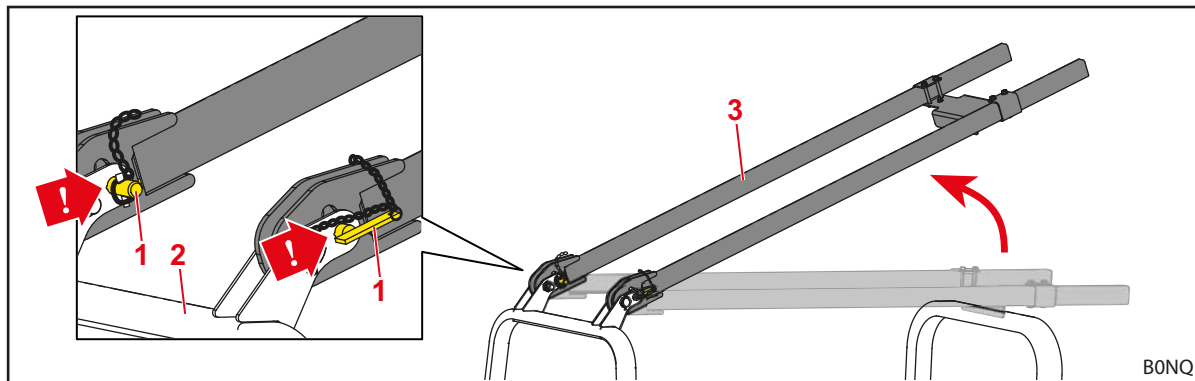

Fig. 40 Uppfällda traverser, säkrade i de nedre hålen
- (1) Säkra långa traverser i de nedre hålen.
- Säkra långa traverser med pinnbultar i de nedre hålen (se Fig. 40).
- (2) Fäll upp den nedre bygeln (se beskrivning för OPG utan långa traverser i kapitlets början).
(3) Fäll ned de långa traverserna.